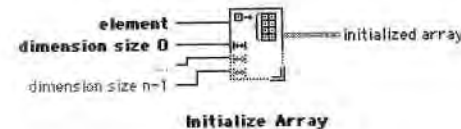

Рис. 7.14. Функция Инициализация массива
- функция **Инициализация массива** (Initialize Array) создает и заполняет все элементы n-мерного массива значением по вашему выбору (рис. 7.14). Вы можете изменить размерность массива растягиванием его границ инструментом перемещения («стрелка») для создания дополнительных¹,